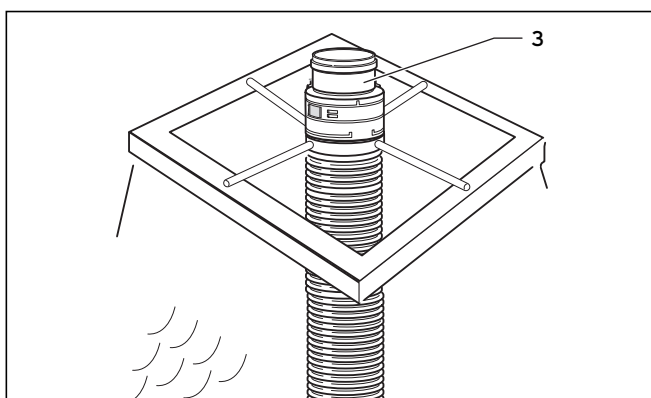

Abb. 6.60 Verbindungsstück mit flexibler Abgasleitung
- Schieben Sie das Verbindungsstück mit Muffe (3) bis zum Anschlag auf die Abgasleitung und befestigen Sie es mit den Klickverschlüssen. Die Abgasleitung hängt im Montagekreuz (siehe Abb. 6.60).
- Stecken Sie das Mündungsrohr (2) in das Verbindungsstück (3).